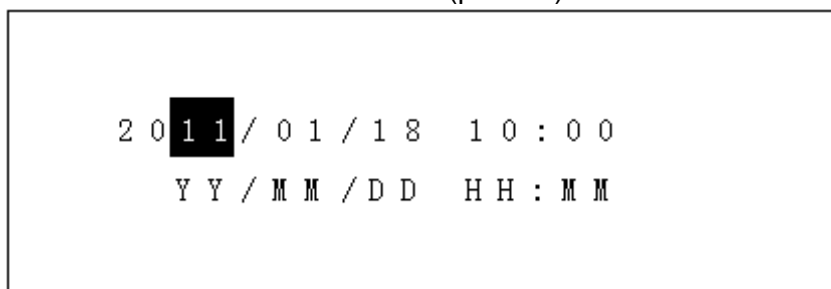

Рис. 4.7
- ◇ Кнопкой SELECT выбрать режим установки текущего времени "Set Time" и нажать кнопку OK. На дисплее появится меню "Set Time" (рис.4.7)